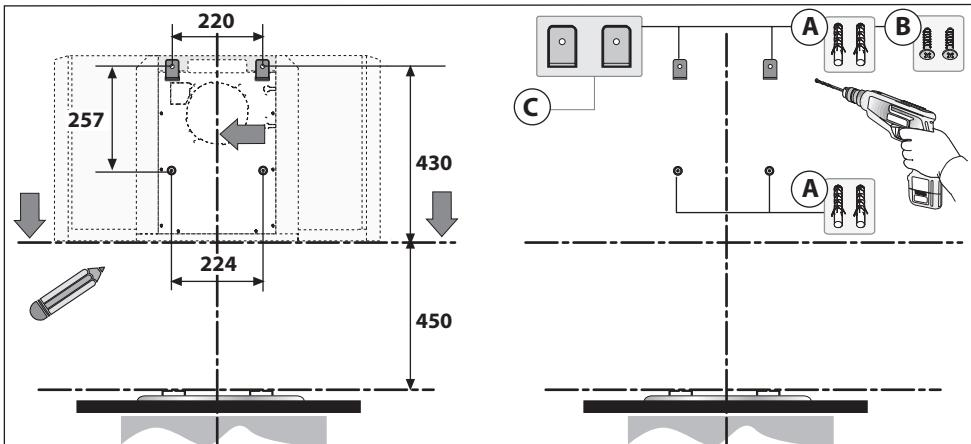

Fig.3
Placera bakstycket mot väggen. Se mätten enl. fig. 3 och minimum avstånd från häll.
-Markera och borra hålen, enl. Mätten i Fig.3.
-Montera pluggar (4st) **A** Fig.3.
-Montera (2st) fästen **C** på väggen med skruvar **B** Fig.3.